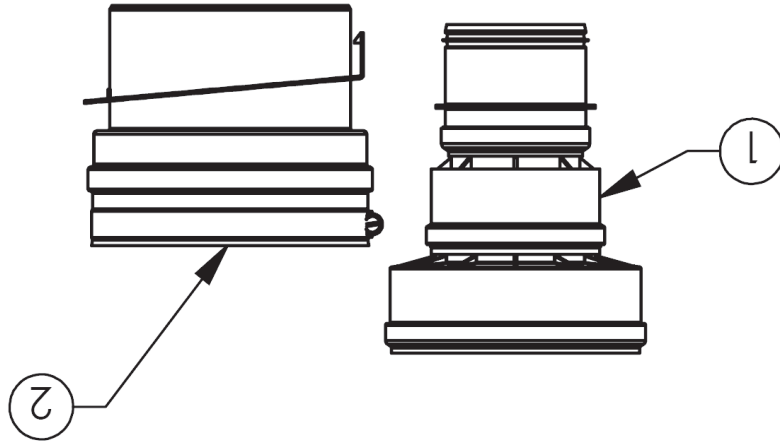

Figure 1. TROUSSE D'ÉVENT COMMUN EN PVC (MODÈLES 120 À 250)
- Les adaptateurs illustrés dans la **Figure 1** (page 4) et la **Figure 2** (page 5) ne doivent pas être modifiés.
- Aucun changement à la disposition du système, comme illustré sur la **Figure 1** (page 4), sauf comme expliqué dans la section suivante et